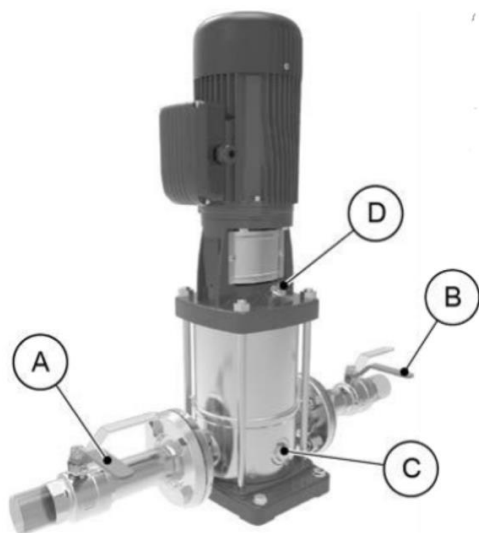

Рисунок 5.1
1. Перекройте запорную трубопроводную арматуру на стороне всасывания (A) и нагнетания (B); см. рисунок 5.1.
2. Ослабьте пробку заливного отверстия (D).
3. Медленно откройте запорную трубопроводную арматуру (A), пока жидкость не начнет вытекать через отверстие; если необходимо, ослабьте пробку (D) еще больше.
4. Затяните пробку (D).